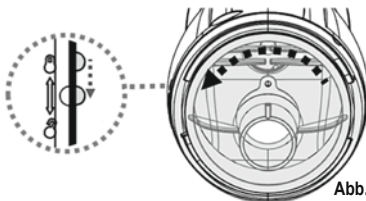

Abb.1
2. Halten Sie das Gehäuse des elektrischen Poolsaugers fest und drehen Sie die Abdeckung gegen den Uhrzeigersinn, bis die weiße Markierung auf der Abdeckung die Markierung „Verriegeln/Entriegeln“ erreicht. (Abb. 1) Entfernen Sie die Abdeckung und entnehmen Sie den Filterbeutel/Filterkorb aus dem elektrischen Poolsauger.